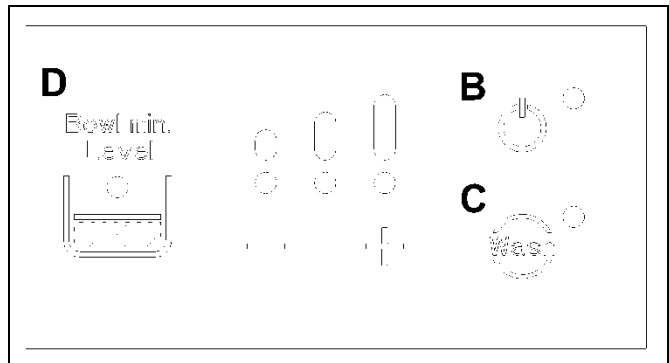

Fig. 35
- Seleccione la modalidad de funcionamiento deseada en el panel de mandos (fig.35)
- Para activar la planta frigorífica en modalidad de enfriamiento, presione el botón de encendido B en el panel de mandos (fig. 35).
- Para variar la consistencia del producto, actúe en las teclas + y - de la botonera de mando (fig.35), actuando en el + se verán aumentar los LED encendidos y en consecuencia la consistencia configurada aumentará; si por el contrario se presiona -, se verán disminuir los LED encendidos con la consiguiente disminución de la consistencia (fig.35).